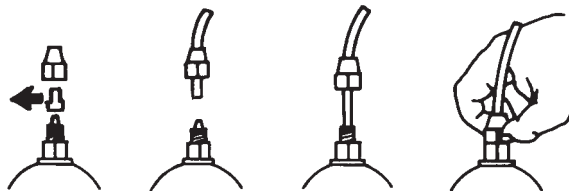

Fig. 7
- e.- Sfilare la due capsule di protezione dai raccordi, inserire fino in fondo i tubetti sui relativi attacchi conici e bloccarli con le apposite ghiere di fissaggio (Fig. 7).